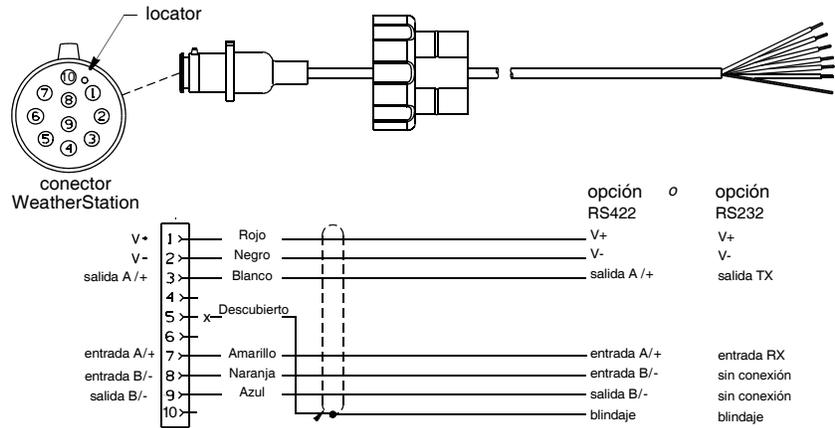
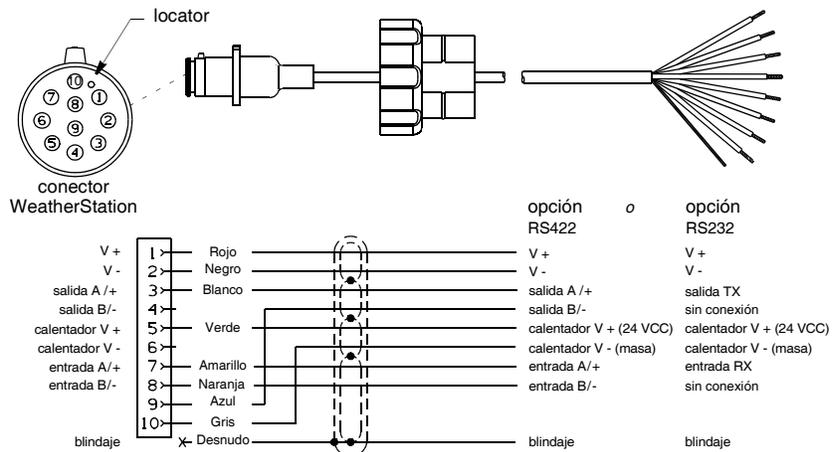

Figura 6. Cable WeatherStation NMEA 0183—no calentador
Figura 7. Cable WeatherStation NMEA 0183—con calentador
Si el cable WeatherStation no tiene conector en el extremo correspondiente al visor, debe conectarse directamente. Consulte el manual del visor y conecte los cables coloreados como se indica en el cuadro más abajo y en la figura 6, o si su WeatherStation Instrument tiene un calentador, ver figura 7.
**PRECAUCIÓN:** Su WeatherStation Instrument tiene ya sea un RS422 o RS232. Usted debe seguir el diagrama de cableado en la figura 6 o 7 que coincide con su WeatherStation Instrument. Si está conectado para la interfaz equivocada, no será transmitir y recibir datos correctamente.